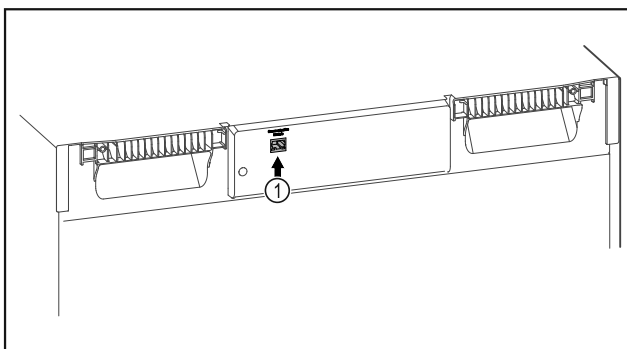

Fig. 113
- SmartModule Fig. 113 (1) установлен.